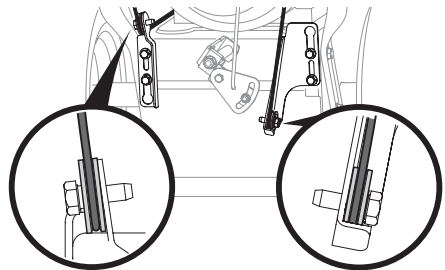

Figure 3
4. Regardez à l'arrière de la souffleuse à neige, vers le bas et vérifiez que les deux câbles (si votre appareil est équipé d'une paire d'amorçage) sont bien installés sur les poulies. Voir Figure 3.